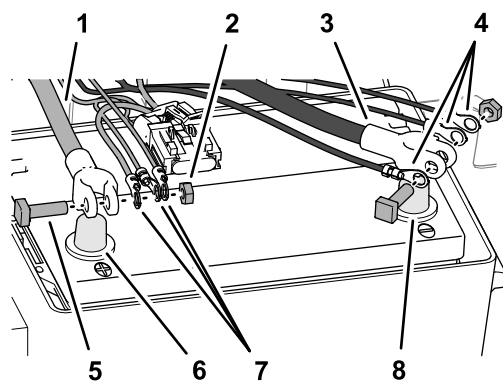

Figure 156
4. Retirez les boulons en T et les écrous hexagonaux qui fixent les câbles de batterie positif et négatif (Figure 156).